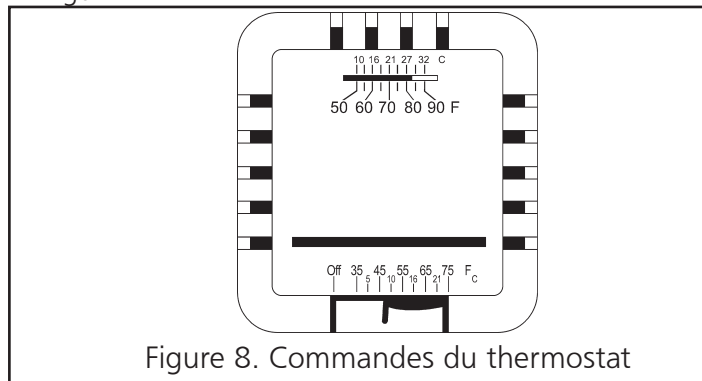

Figure 8. Commandes du thermostat
- B. Réglez le thermostat à la position OFF (fermé). Voir la figure 8